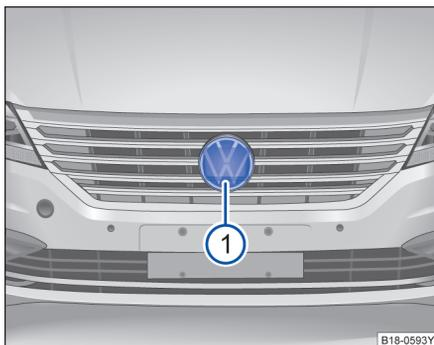

图 125 前部保险杠中：雷达传感器
为探测交通情况，前部保险杠中安装有一个雷达传感器 ⇒ 图 125 ①。因此可识别最远约 100 m 的前车。